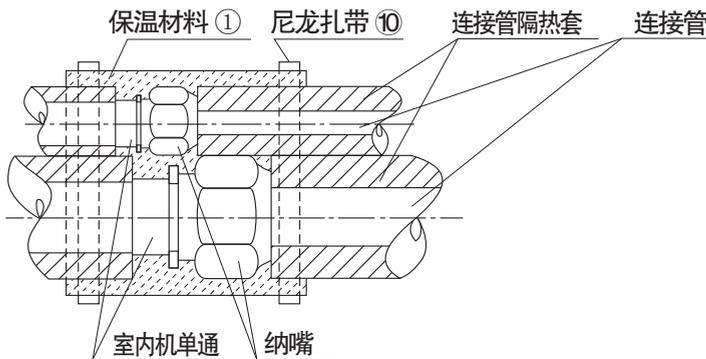

图9
4 管道安装后用附件①保温材料包住所有扩口管连接部分，如图9。